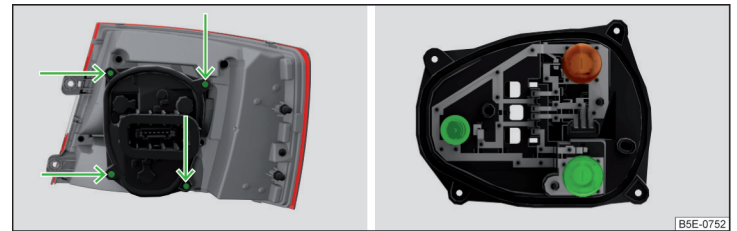

Abb. 368 Äußerer Teil der Leuchte / Halter mit Glühlampen
- Den Lampenhalter » Abb. 368 mit dem Schraubendreher aus dem Bordwerkzeug abschrauben und den Lampenhalter aus der Leuchte herausnehmen.